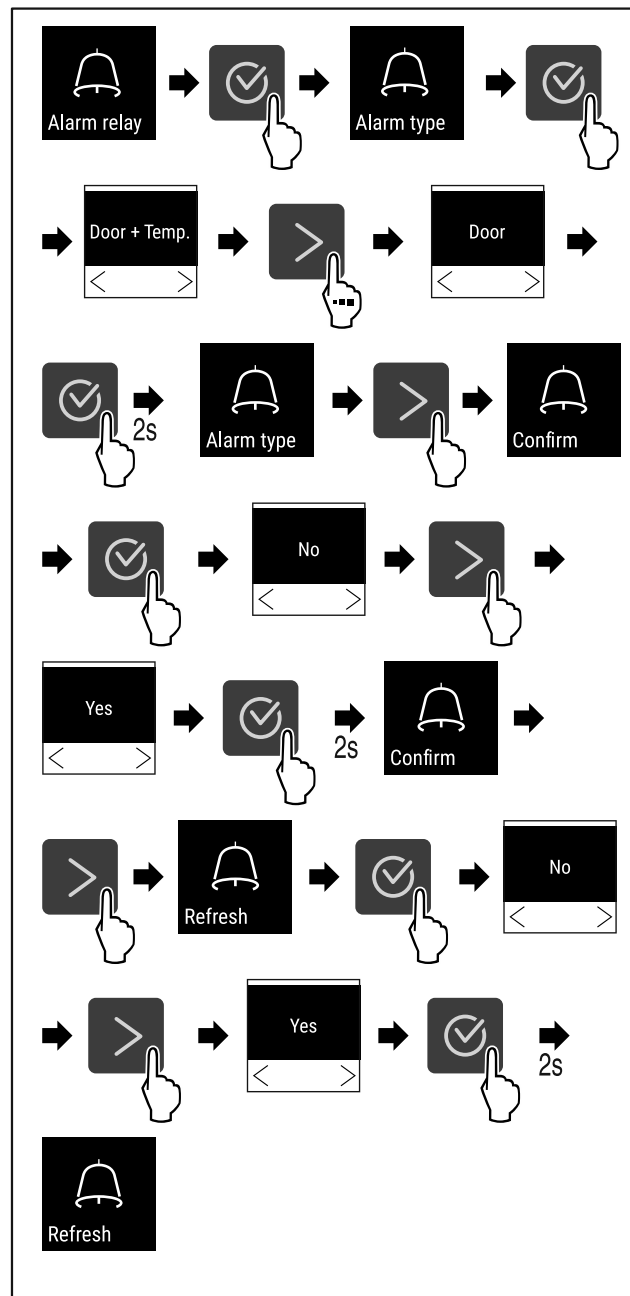

Fig. 109
- ▶ Провести етапи операцій (див. Fig. 109) .